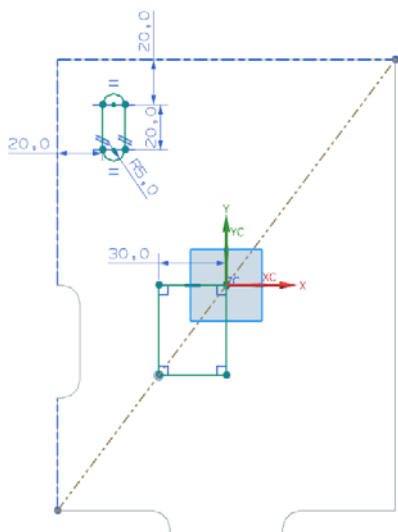

图 5-33 绘制草图
(3) 单击按钮, 进入草图设计环境, 绘制如图 5-33 所示的裁剪轮廓线。单击“完成”图标, 草图绘制完毕。